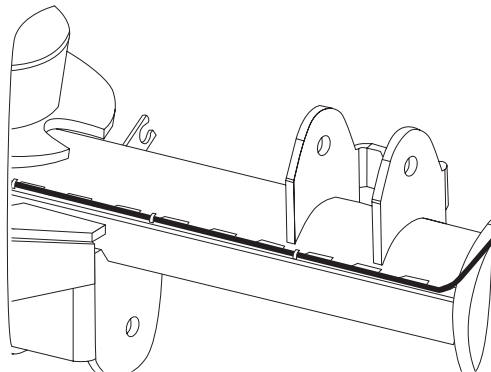

Рис. 2
- 11.** Установите штатные тормозные трубки заднего моста. Вдоль балки моста протяните тормозные трубки по верхней стороне перфорированной рейки и закрепите на ней нейлоновыми стяжками (хомутами) **[13] (Рис. 2)**.